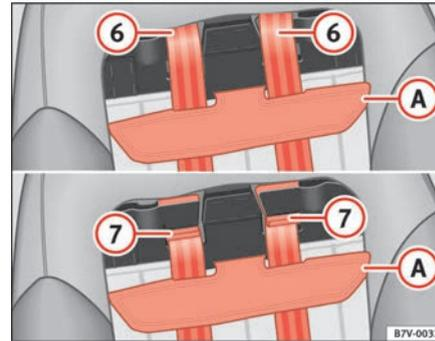

Abb. 36 Integrierter Kindersitz: Verstellung der Hosenträgergurte
- Ziehen Sie die Auflage im oberen Bereich ⇒ Abb. 36 (A) vom Klettverschluss nach vorne ab.
- Für größere Kinder führen Sie die beiden Gurte in den seitlichen Schlitz in die obere Position (6).
- Schieben Sie anschließend die Auflage (A) unter die Gurte und drücken Sie die Auflage fest ⇒ ⚠.
Die Auflage ⇒ Seite 56, Abb. 36 (A) muss im Bereich des Klettverschlusses so an den Sitz gedrückt werden, dass sich die Gurte in den Schlitzen frei bewegen können. ■